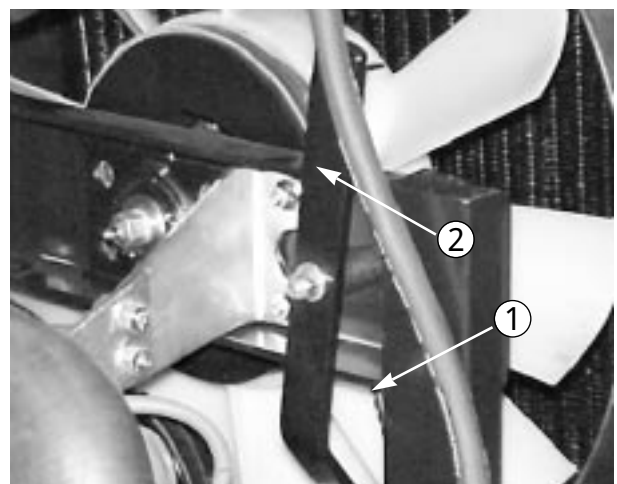

図 55
- 1 . ベルトテンショナ・レバー（図55）のロックナットをゆるめる。